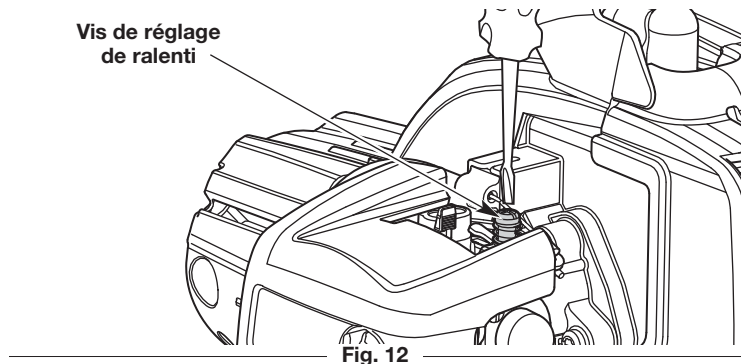

Fig. 12
2. Relâchez le levier d'accélérateur et laissez le moteur au ralenti. Si le moteur s'arrête, utiliser un petit tournevis cruciforme pour tourner la vis de ralenti dans le **sens horaire**, 1/8 de tour à la fois (autant de fois que nécessaire), jusqu'à ce que le ralenti du moteur soit régulier (fig. 12).